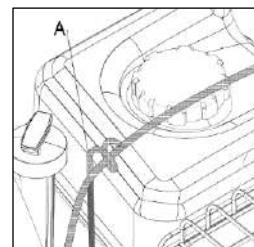

Рис. 13
Проденьте трос в направляющую (A) (Рис. 13).